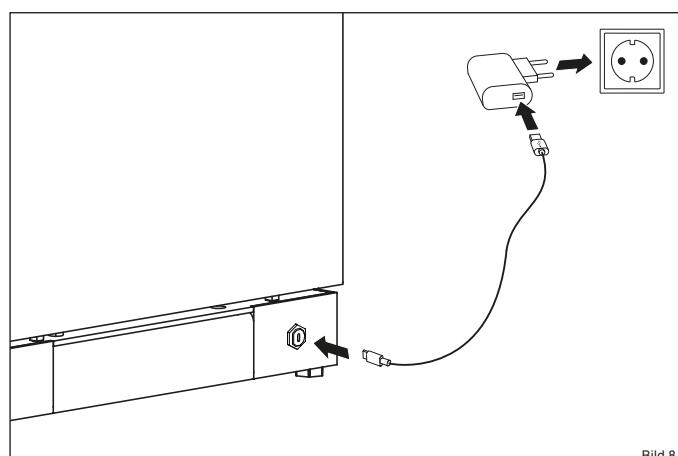

Bild 8
- ▶ Verbinden Sie das USB-C Kabel mit dem Anschluss am Ofen und dem Netzstecker (Bild 8).
- ▶ Verbinden Sie den Netzstecker mit dem Stromnetz (Bild 8).